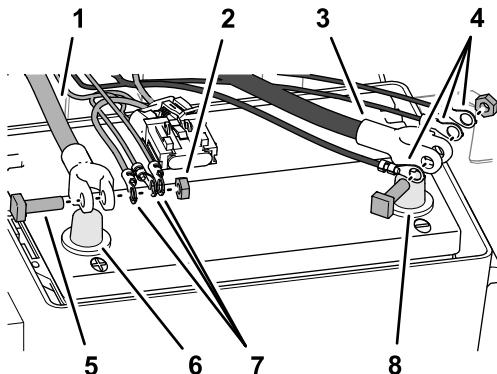

Рисунок 186
аккумулятора и ходовой частью машины (Рисунок 186).
4. Снимите Т-образные болты и шестигранные гайки с клемм положительного и отрицательного кабелей аккумулятора (Рисунок 186).
клемму положительного кабеля аккумулятора (Рисунок 186).
6. Закрепите, не затягивая, клеммы и Т-образный болт шестигранной гайкой (Рисунок 186).
7. Вставьте Т-образный болт через отрицательную клемму (черный провод) заднего жгута проводов, отрицательную клемму навигационного/электрического жгута проводов, клемму жгута проводов питания модема и клемму отрицательного кабеля аккумулятора (Рисунок 186).
8. Закрепите, не затягивая, клеммы и Т-образный болт шестигранной гайкой (Рисунок 186).
1. Подсоедините положительный (красный) кабель к положительному (+) штырю аккумулятора и затяните гайку; см. Рисунок 186 в разделе Подсоединение заднего жгута проводов GeoLink, жгута проводов передачи навигационных данных и электропроводов и жгута проводов питания модема к кабелям аккумулятора (страница 90).
2. Подсоедините отрицательный (черный) кабель к отрицательному (-) штырю аккумулятора и затяните гайку; см. Рисунок 186 в разделе Подсоединение заднего жгута проводов GeoLink, жгута проводов передачи навигационных данных и электропроводов и жгута проводов питания модема к кабелям аккумулятора (страница 90).